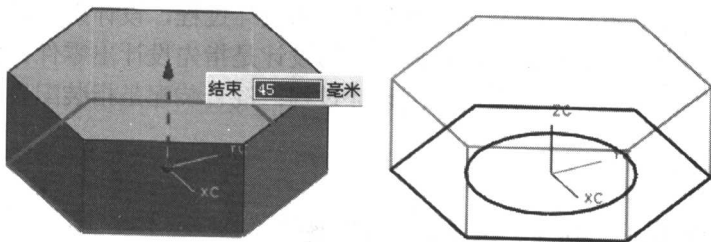

图 1-23
(5) 选择【插入】→【设计特征】→【拉伸】命令，或者单击【成形特征】工具条上的（拉伸体）按钮。选择多边形曲线作为拉伸曲线，在【选择意图】栏中选择 Add Connected，设置起始距离为 0，终止距离为 45，单击按钮，创建拉伸体，如图 1-23 所示。